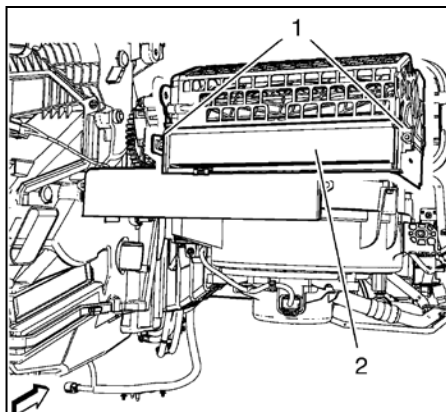

Fig. 6
14. Retire las dos abrazaderas (1) y el filtro de aire del compartimiento de pasajeros (2) (ver Fig. 6).